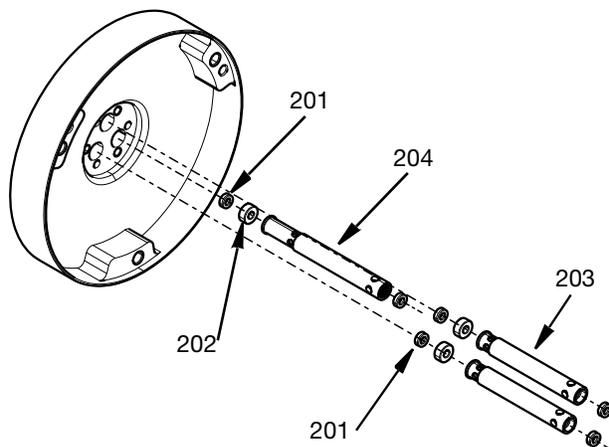

FIG. 15
7. Retirar os espaçadores de embalagem (203 e 204), os vedantes da haste (201) e o rolamento da haste (202). Consultar **Kit de ferramentas de inserção e remoção de vedantes, 25T489**, página 37 para remoção dos vedantes da haste. NOTA: existem 2 tamanhos de espaçadores (203 e 204). Consulte a FIG. 15.